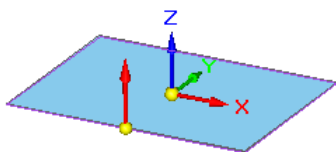
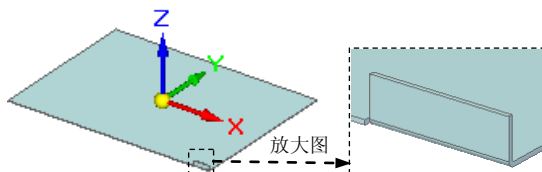
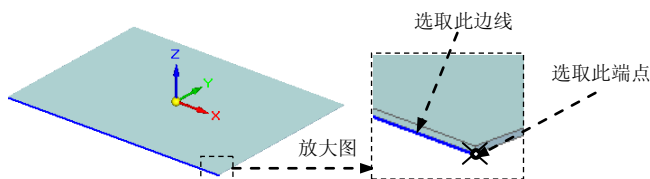

图 8.7.4 定义材料方向
图 8.7.5 弯边特征 1
图 8.7.6 定义附着边
(3) 定义材料厚度及方向。在命令条中单击“厚度步骤”按钮定义材料厚度, 在 **厚度:** 文本框中输入值 0.5, 并将材料加厚方向调整至图 8.7.4 所示的位置后单击。
(4) 单击命令条中的 **完成** 按钮, 完成特征的创建。
Step3. 创建图 8.7.5 所示的弯边特征 1。
(1) 选择命令。单击“主页”功能选项卡“钣金”工具栏中的“弯边”按钮.
(2) 定义附着边。选取图 8.7.6 所示的模型边线为附着边。
(3) 定义弯边类型。在命令条中单击“在末端”按钮; 选取图 8.7.6 所示的端点; 在 **距离:** 文本框中输入值 5, 在 **角度:** 文本框中输入值 90, 单击“外部尺寸标注”按钮和“材料内侧”按钮; 调整弯边侧方向向上, 如图 8.7.5 所示。